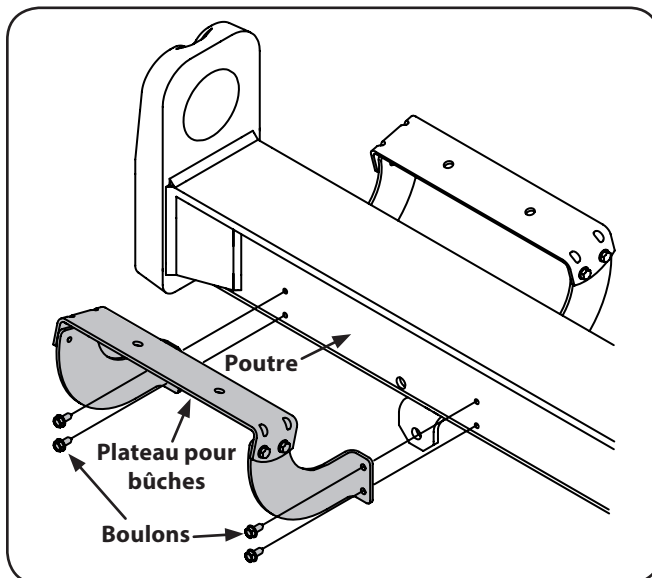

Figure 3-7
18. Remplacez le plateau pour bûches sur le côté de la poutre où se trouve la soupape de commande en prenant soin d'aligner les trous du plateau avec ceux de la poutre. Réinstallez la quincaillerie retirée à l'étape 15. Voir Figure 3-7.